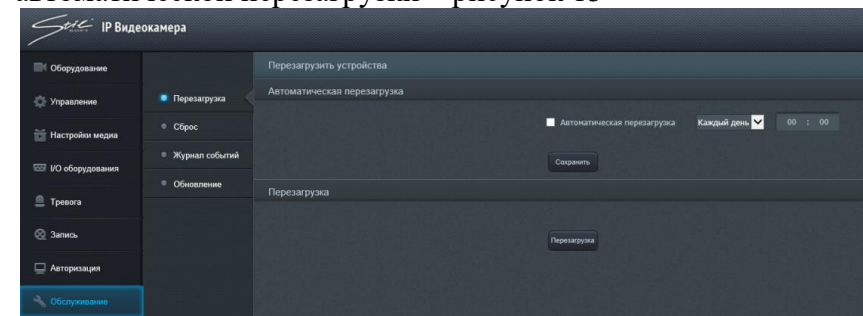

Рисунок 15 – Окно настройки перезагрузки изделия
9.9.13. Во вкладке «Обслуживание» можно перезагрузить изделие, а также настроить параметры автоматической перезагрузки – рисунок 15